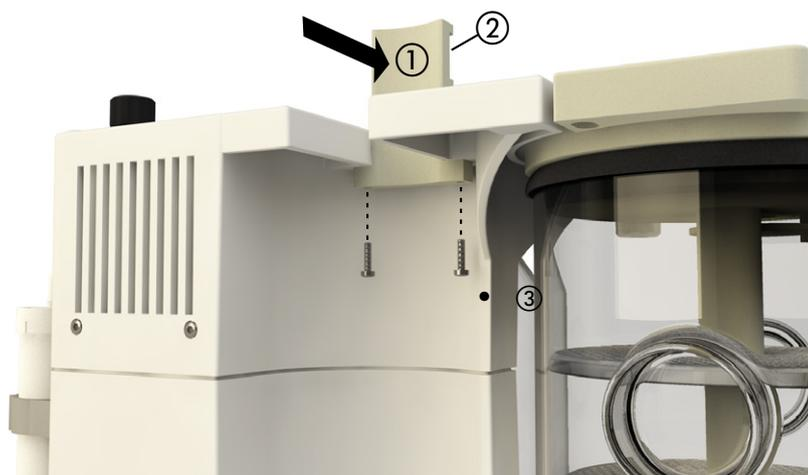

Figura 5.5: Fissaggio della piastra trasportatrice
- Se la piastra trasportatrice ① per il refrigerante non è ancora installata, infilarla nell'alloggiamento lateralmente e fissarla da sotto con le due viti. La scanalatura ② deve essere rivolta dalla parte opposta rispetto all'apertura dell'alloggiamento (vedi figura 5.5).